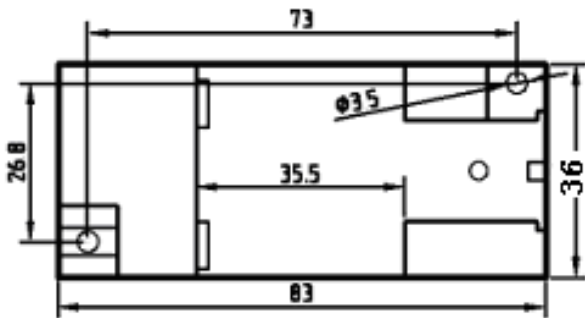

图 6: 安装尺寸图
如图 6 所示 (单位 mm)。
① 按图6中的螺孔位置在固定板上打直径为4mm孔;
- ② 使用小于 $\Phi 3.5$ 的螺钉插入孔中固定。